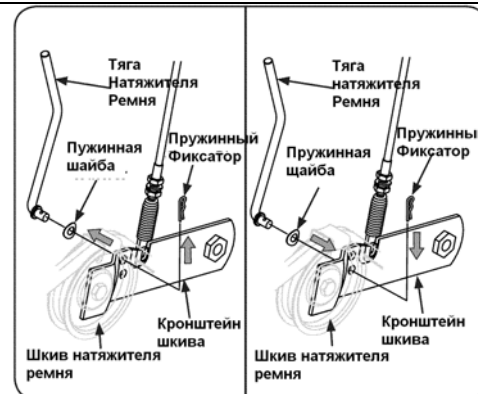

Рис.31
3. Снимите пружинный фиксатор и пружинную шайбу от тяги натяжного ролика ремня. Рис. 31.